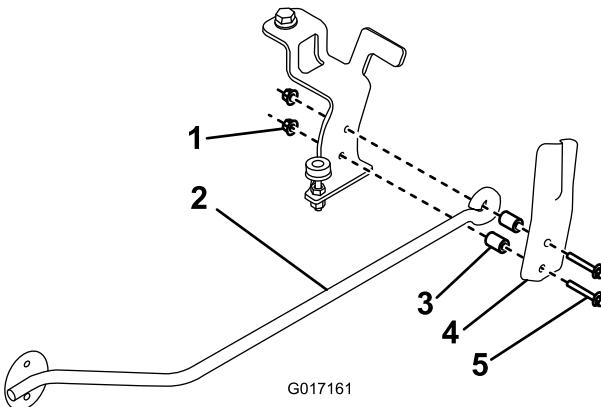

Figura 3
- Monte un muelle y una varilla en el soporte del cepillo con (2) pernos (M6 x 40 mm), espaciadores y contratuercas (M6), tal y como se muestra en la Figura 3.